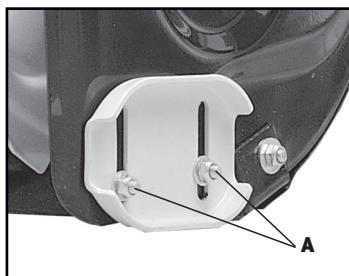

Рис. 19
- Для регулировки направляющих лыж ослабьте четыре фланцевые гайки (по две с каждой стороны) и болты (рис.19, А).